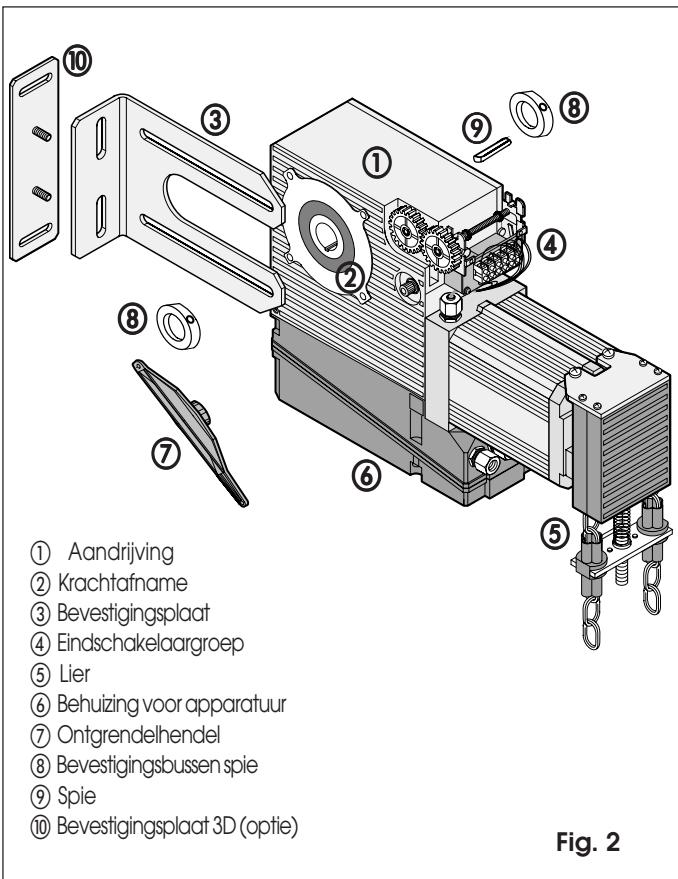

Fig. 2
- Steek de eerste bevestigingsbus van de spie en de spie zelf op de as (zie afb. 2 ref. 8 en 9).